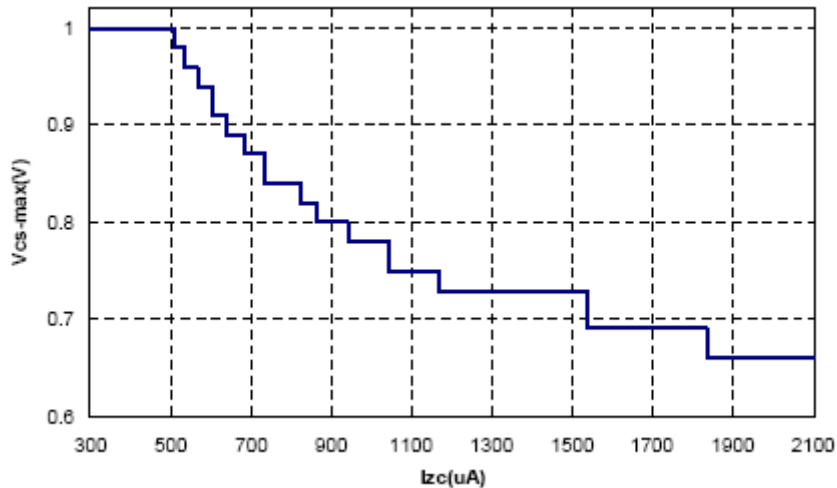

图 8 MOSFET 处于导通状态时最高电流感测极限与 ZC 电流的关系
在 (13) 中， $V_{\text{BUS_S}}$ 是用于维持恒定的最大输出功率的电压。与 ZC 电流对应的最高电流感测电压如图 8 所示。